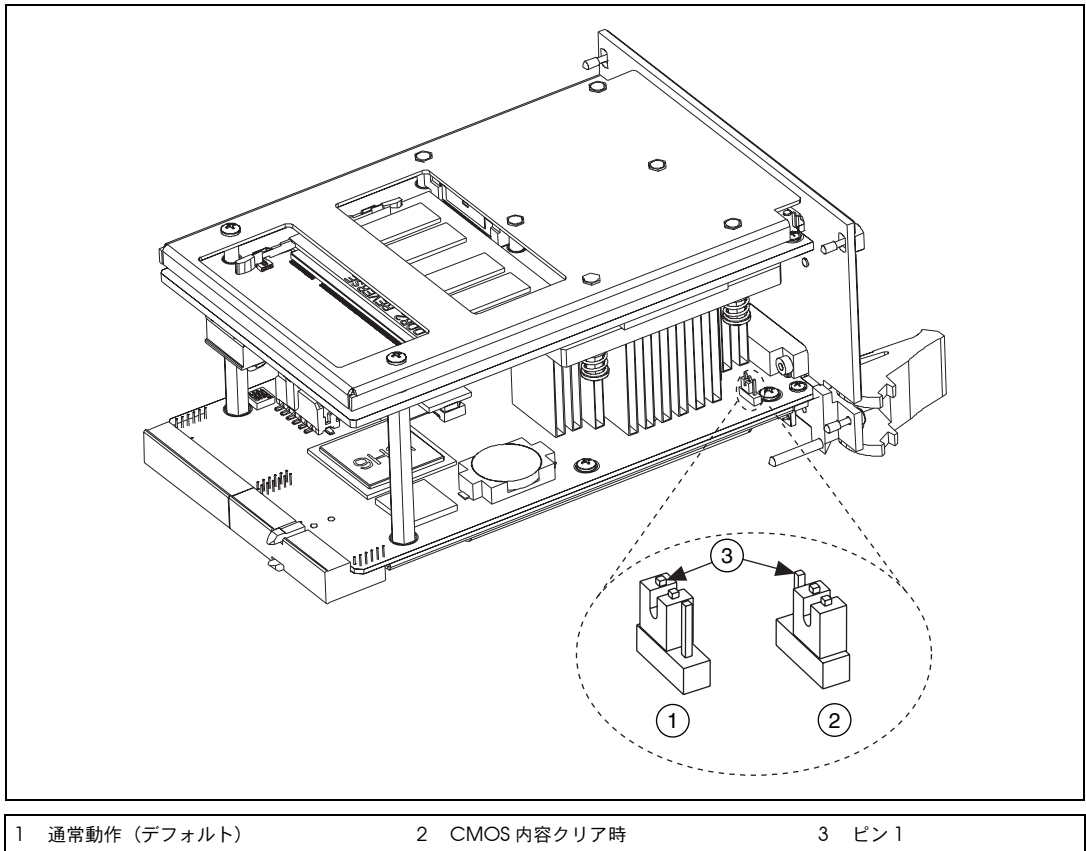

図 5-1 CMOS 内容をクリアする
3. 図 5-1 に示すように、W4 のジャンパをピン 1 ~ 2 からピン 2 ~ 3 に移動します。